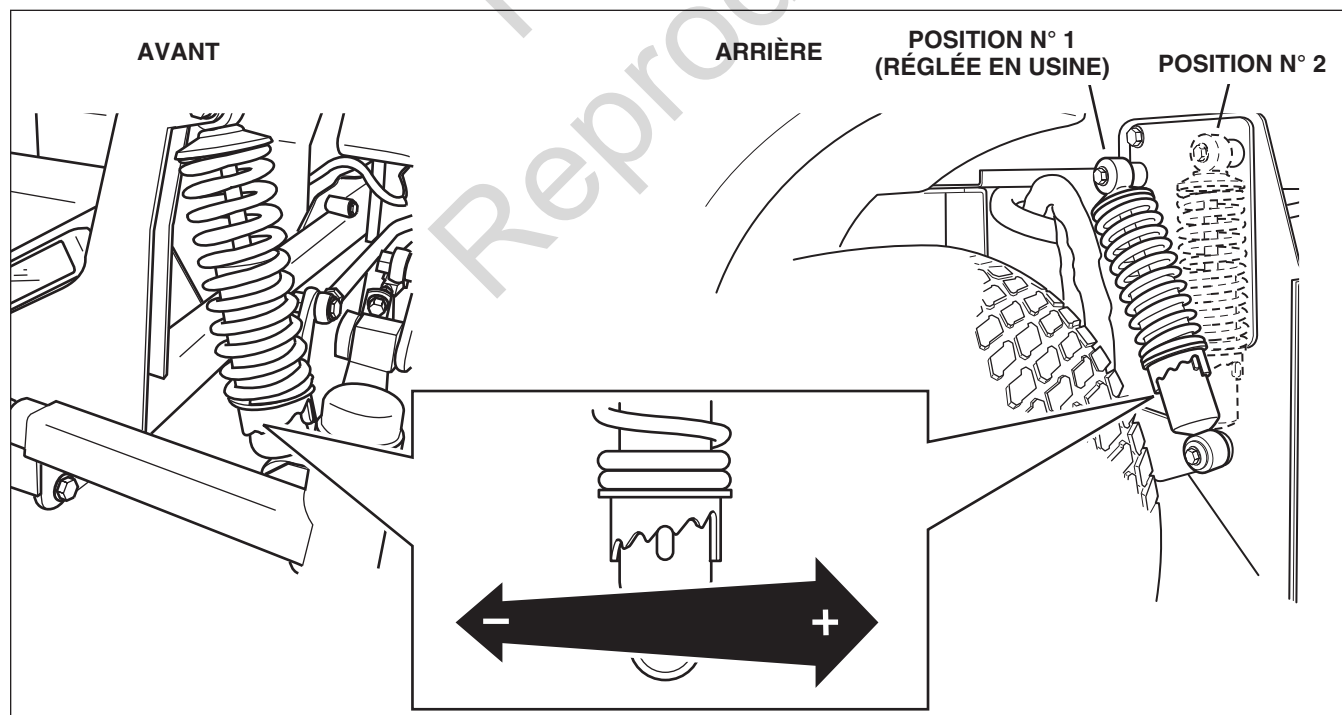

Figure 16. Réglage de la suspension
2. Voir figure 16. À l'aide de la clé anglaise fournie (réf. 5022853), insérer la pointe de la clé dans le cran de l'ajusteur de précharge. Tout en tenant la clé des deux mains, tourner **DANS LE SENS DES AIGUILLES D'UNE MONTRE** pour diminuer la précharge, tourner **DANS LE SENS CONTRAIRE DES AIGUILLES D'UNE MONTRE** pour augmenter la précharge. S'assurer que pour chaque paire d'amortisseurs, la droite et la gauche sont réglées à la même précharge.
4. Retirer la quincaillerie de fixation des amortisseurs supérieure et faire pivoter l'amortisseur en position n° 2 (voir figure 16). Régler la chandelle pour aligner les supports amortisseurs sur les amortisseurs.